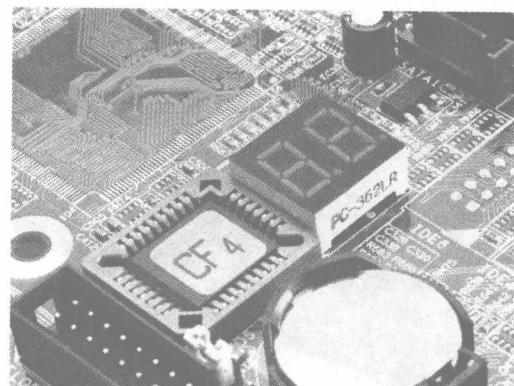

图 1-2 目前很多主板自身集成 DEBUG 功能
2) 对于 POST 卡所显示的代码，应检查与之相关的所有部件。如显示的代码与内存有关，就应检查主板和内存，如图 1-2 所示。